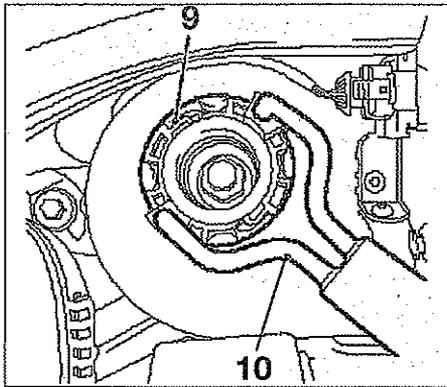

FIG. 4
- Encajar el anillo de seguridad nuevo (9) de retención superior del elemento de suspensión. Utilizar para ello un útil apropiado (10) o el útil Opel (ref. KM-6384) (fig. 4).